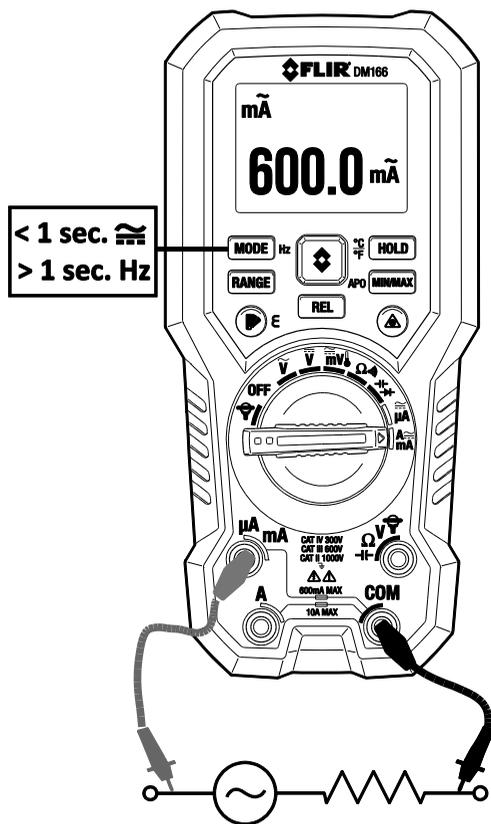

图 6-9 电流测量示例
4. 将探针引线与被测部件或电路串联。图 6-9 显示了典型设置示例。